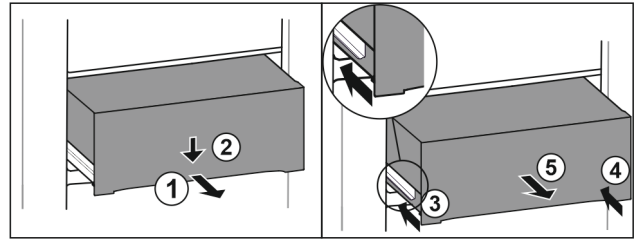

Fig. 93
- ▶ Extrageți pe jumătate sertarul. Fig. 93 (1)
- ▶ Apăsați în jos sertarul pe partea frontală. Fig. 93 (2)
- ▶ Inșerați șina stângă aproximativ 2 cm. Fig. 93 (3)
- ▶ Inșerați șina dreaptă aproximativ 2 cm. Fig. 93 (4)
- ▶ Extrageți sertarul spre înainte. Fig. 93 (5)